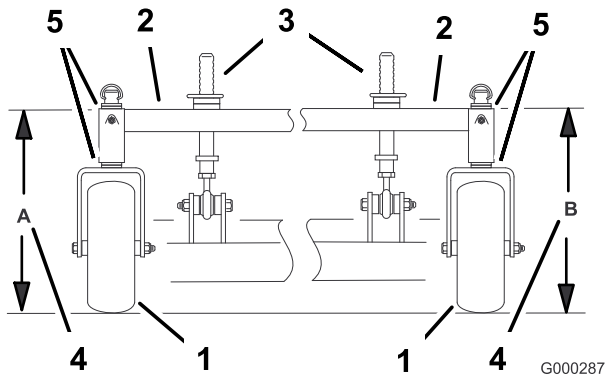

Figure 63
4. Mesurez la hauteur du bâti porteur au point **A** (Figure 63).
- Mesurez la hauteur du bâti porteur au point **B** (Figure 63).